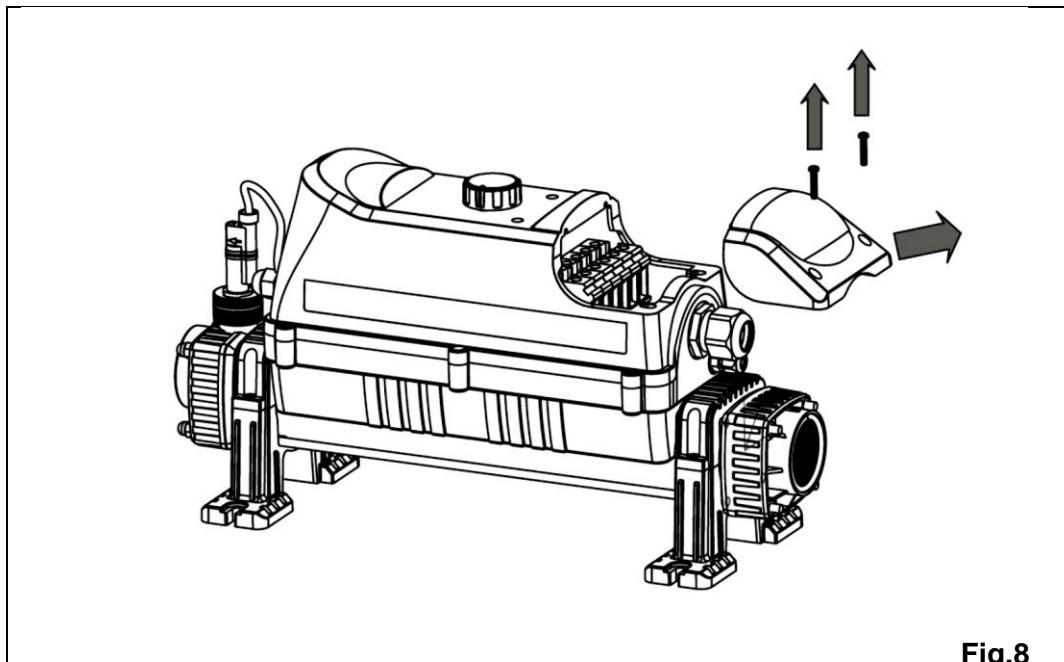

Fig.8
- Pour raccorder le câble d'alimentation, retirez le couvercle d'accès (voir Fig. 8).